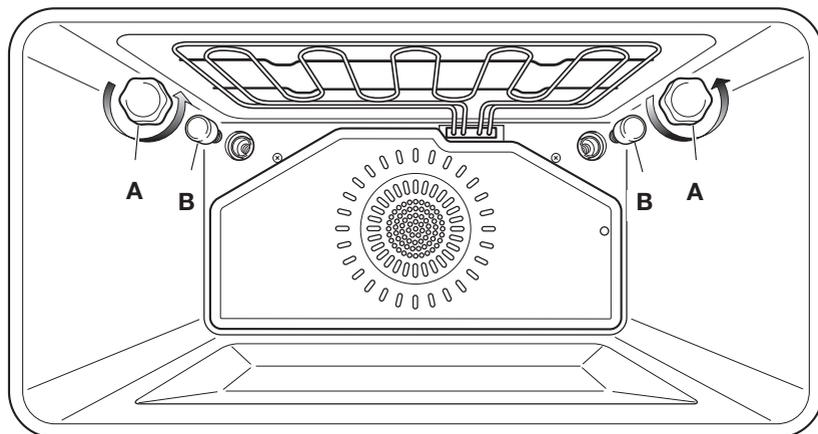

Fig. 7.11
- Svitare la calotta protettiva **A** (fig. 7.11);